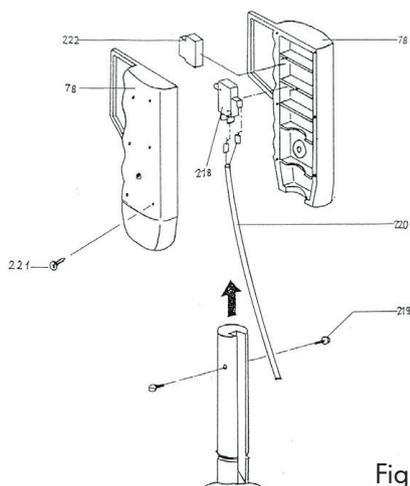

Fig. 9 Montage du levier de commande
3. Fixez la machine au moyen de tirants d'ancrage (Fig. 9).
2. Pour le montage de la poignée de commande, branchez les attaches du câble (220) au microrupteur (218), et insérez le microrupteur dans la moitié gauche de la poignée (Fig. 9).
3. Insérez le bouton (222) et le bras de levier (22) dans la poignée et fixez la poignée au moyen des vis (221 et 219). Veillez à ce que le câble se glisse dans le renforcement du bras de levier (22). Éliminez les éventuelles bavures et arrondissez les bords tranchants (Fig. 9).